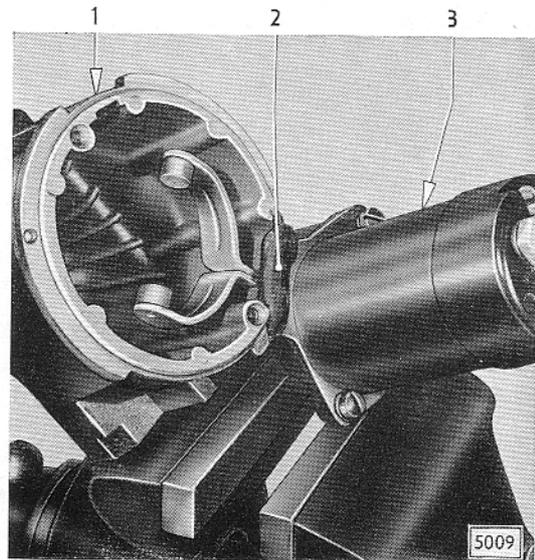

Bild D 80 - Regenleitzement zur Wasserabdichtung am Antriebslager angebracht
12. Eine Raue Regenleitzement zur Wasserabdichtung, wie in Bild D 80 gezeigt, am Antriebslager anbringen.